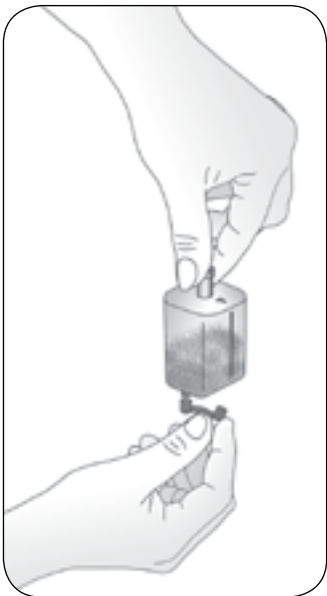
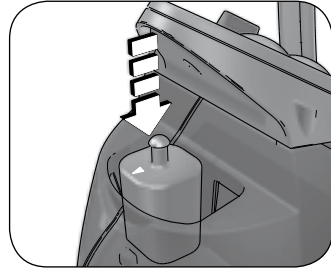

Fig. 2
Fig. 3
Aprire il serbatoio togliendo il coperchio (C). Liberare la cartuccia anticalcare (B) dal cappuccio protettivo Fig. 2. Inserire la cartuccia anticalcare all'interno del serbatoio (Fig. 3).
Abbiate cura che la freccia rossa riportata sulla cartuccia sia rivolta in direzione della corrispondente freccia posizionata sopra il serbatoio dell'apparecchio (Fig. 3).